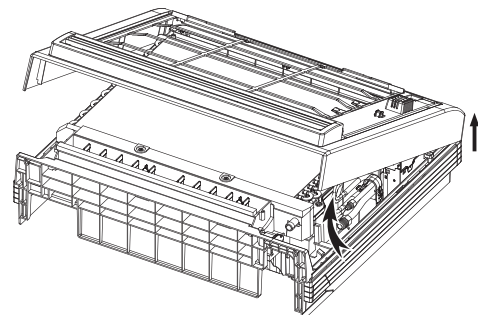

Fig. 13 — Retrait du couvercle avant
3. Retirez le couvercle avant (consultez la figure 13).